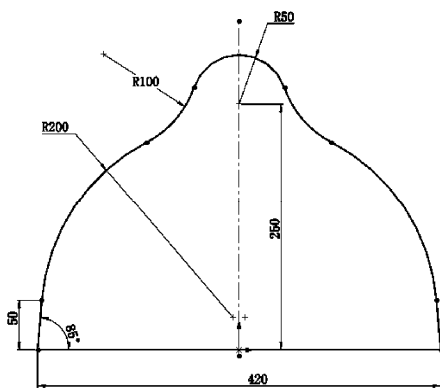

图 6-81 绘制草图尺寸 1
2) 绘制草图。在左侧的 FeatureManager 设计树中用鼠标选择“前视基准面”作为绘制图形的基准面。单击“草图”控制面板中的 (中心线) 按钮、 (直线) 按钮、 (三点圆弧) 按钮和 (镜像) 按钮, 绘制图 6-81 所示的草图。